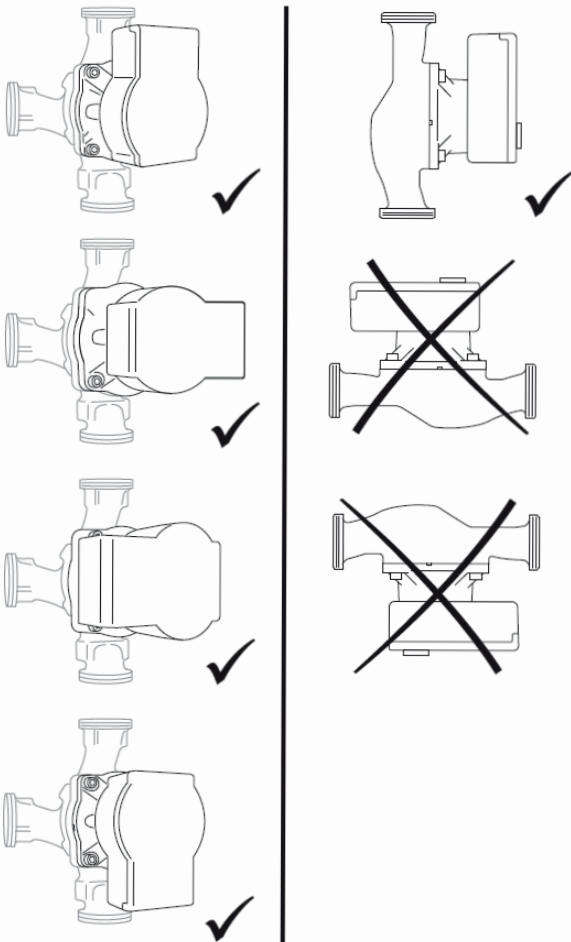

Abb. 6.1:
- Zulässige Einbaulage (Abb. 6.1) der Pumpe beachten.